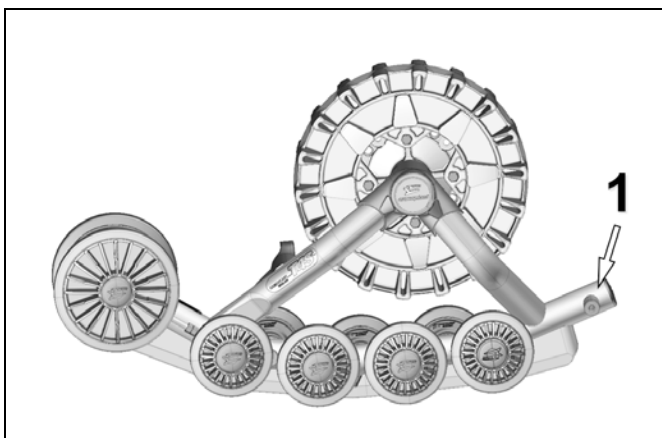

Abbildung 27
- Nehmen Sie die beiden 202-mm Laufräder, die am gegenüberliegenden Ende vom Kettenspanner angebracht sind, ab (siehe Abbildung 27).